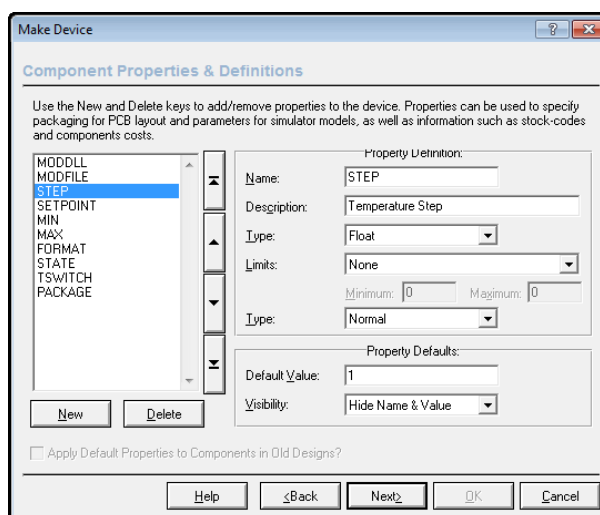

Рис. 33
**STEP** – шаг (Рис.33). Для этого свойства и последующих, относящихся к **SETPOINT**, при добавлении их к создаваемой модели следует выбирать опцию **New=> Blank Item** и вводить имя вручную, поскольку в стандартных они не прописаны. Написания имен должны быть именно такими, без всяких там «загогулин» и грамматических ошибок, т.к. именно так они фигурируют в **SETPOINT.DLL**. Итак, шаг определяет единичное изменение регулируемого параметра при нажатии на маркер **INCREMENT** или **DECREMENT**. В графе **Description** для этого свойства вы вольны писать все, что заблагорассудится, в том числе и на кириллице. Поскольку в данный момент мы рассматриваем датчик температуры там и написан **Temperature Step**. **Type** определен как **Float**, т.е. можно использовать дробные значения. Ограничения – **Limits** не установлены. В следующей